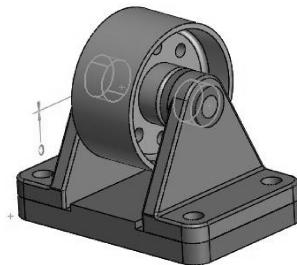

图 5-62 改变测量方向
- 在【测量方向】选项区中单击 **Y** 按钮，改变测量方向，如图 5-62 所示。